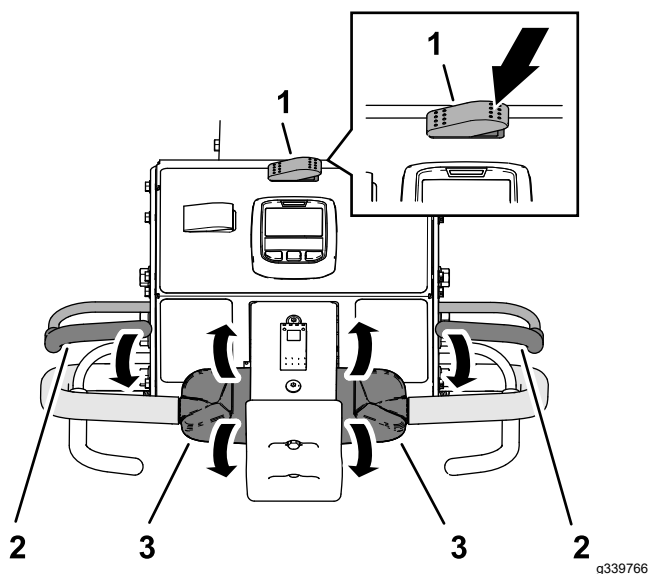

Рисунок 87
- Нажмите правую сторону переключателя транспортировки/аэрации в положение АЭРАЦИЯ (Рисунок 87).
- Возьмитесь за левую или правую штангу рукоятки управления и прижмите к ней штангу контроля присутствия оператора (Рисунок 87).